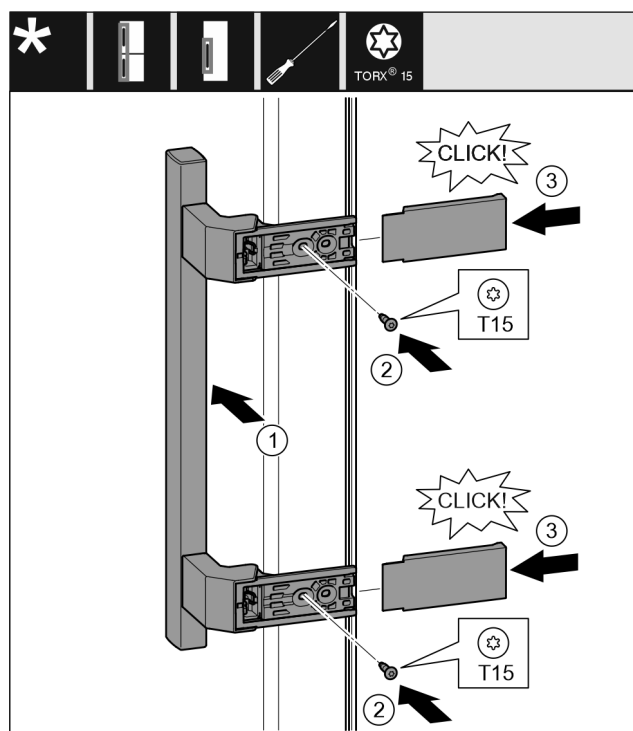

Fig. 40
- Poser la poignée sur le côté opposé. Fig. 40 (1)
- Serrer les vis avec un tournevis T15. Fig. 40 (2)
- Mettre en place les caches latéralement et les enfiler. Fig. 40 (3)